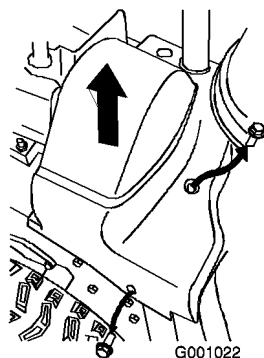

Bild 38
2. Heben Sie die rechte Seite der Riemenabdeckung an (Bild 38).